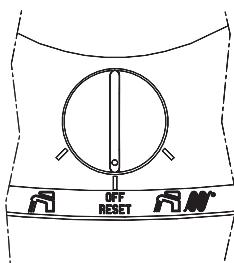

fig. 6.3
Indstil driftvælgeren på OFF/RESET (fig. 6.3) og dereftet tilbage til eller .
- indstil driftvælgeren på OFF-RESET (fig. 6.3)